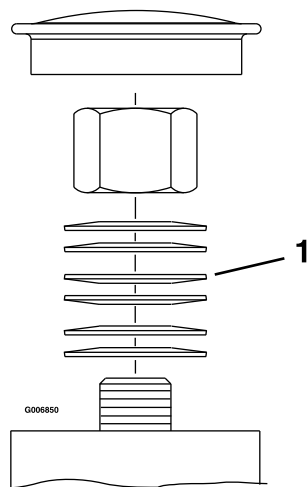

Figura 53
3. Retire o tampão antipoeira da roda giratória e aperte a porca de bloqueio (Figura 52 e Figura 53).
4. Aperte porca de bloqueio até que as anilhas de mola estejam planas e, em seguida, recue 1/4 de volta para aplicar devidamente a pré-carga nos rolamentos (Figura 52 e Figura 53).
Importante: Certifique-se de que as anilhas de mola estão corretamente montadas como apresentado na Figura 52 e Figura 53.